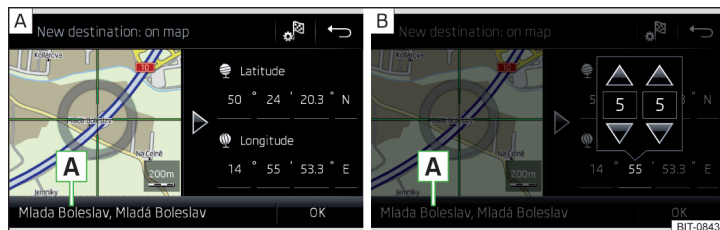

Fig. 211 Introducere destinație: prin intermediul punctului de pe hartă / cu ajutorul coordonatelor GPS
- ▶ Prin atingerea ecranului, deplasați destinația dorită în punctul de intersecție al liniilor » fig. 211 - **[A]**.
- ▶ Atingeți și setați pe rând, valorile coordonatelor GPS » fig. 211 - **[B]**.
Dacă în datele de navigație ale Infotainment sunt disponibile informații despre punct, acestea sunt afișate în locul coordonatelor GPS (de exemplu adresa **[A]** » fig. 211).